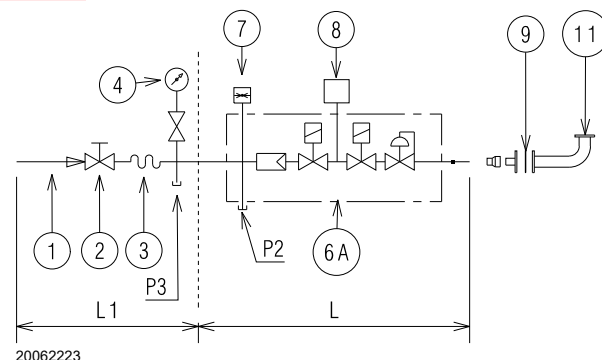
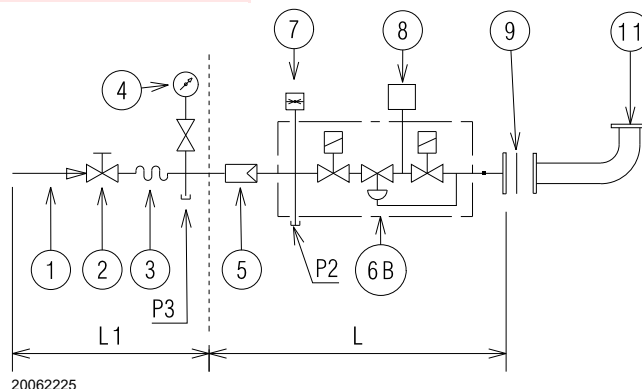
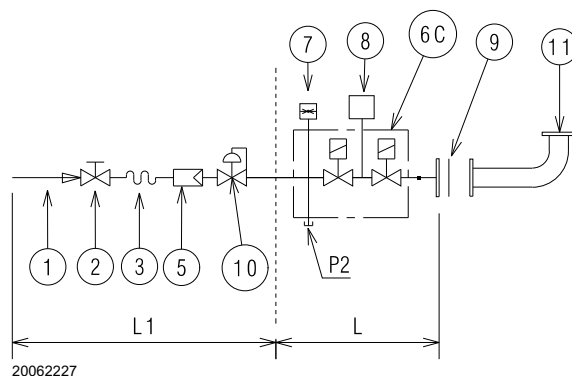
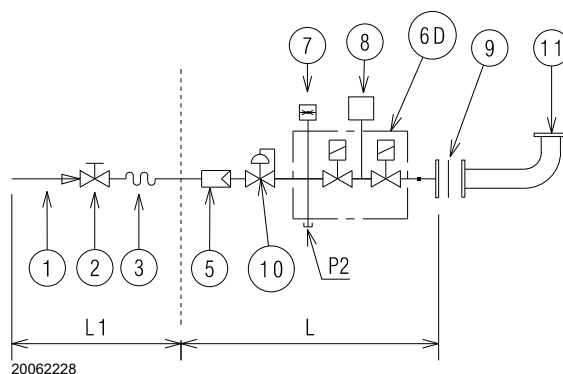

Рис. 23
Рис. 24
Рис. 25
Рис. 26
- Для автоматического запуска насоса необходимо отвернуть винт (3) насоса, см. Рис. 24, чтобы выпустить воздух, содержащийся во всасывающем трубопроводе.
Обозначения (Рис. 23 - Рис. 24 - Рис. 25 - Рис. 26)